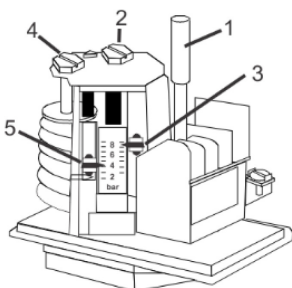

Fig. 2
- Version avec réarm. manuel (FF4...DRH ou DDH): Appuyer le bouton 1 (fig.2) pour réarmer lorsque la pression a dépassé le seuil bas ou haut suivant le modèle.